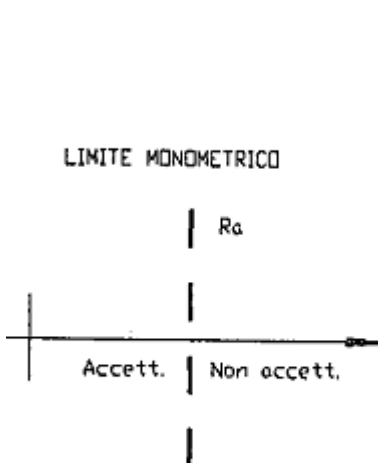

Fig. 3
- Limite monometrico (Fig. 3).